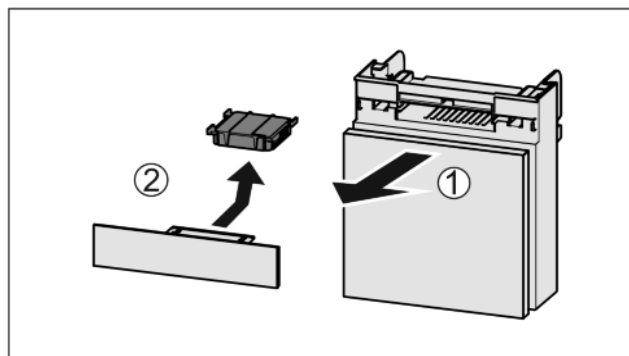

Fig. 51
- ▶ Predal izlecite Fig. 51 (1) naprej.
- ▶ Odstranite Fig. 51 (2) aktivni ogljeni filter.